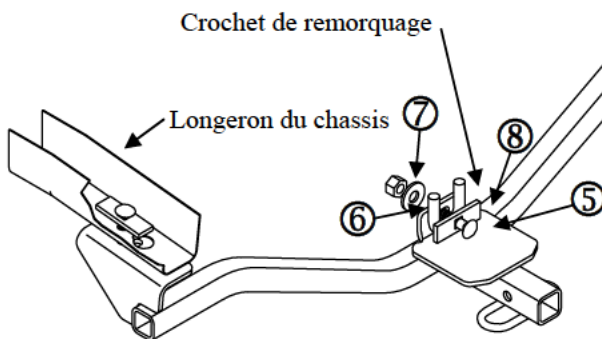

Figure 1
5. Soulever l'attelage en position et fixer comme illustré à la Figure 1. Retirer les fils de tirage et attacher des rondelles coniques et des écrous (en veillant à ne pas repousser la visserie dans le longeron). Serrer à la main pour l'instant.
6. Fixer l'attelage au crochet de remorquage comme illustré à la figure 1. Orienter les espaceurs par rapport au crochet de remorquage comme illustré aux